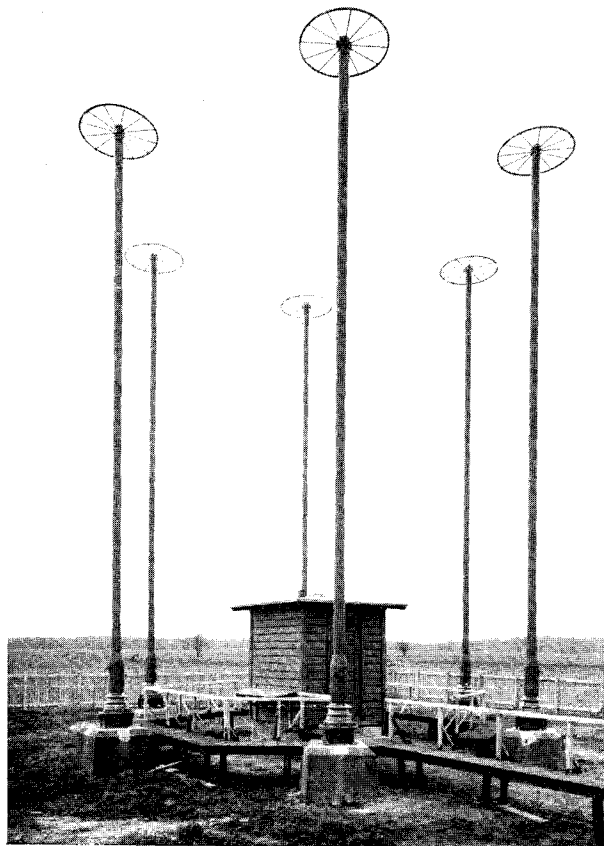

Abb. 1: Antennenanlage
18. Die sechs freitragenden Antennen-Stahlrohrmaste (Abb. 1 und Anlage 1) stehen in den Ecken eines Sechsecks, dessen Diagonalen 9,6 m lang sind. Die Maste bestehen aus Stahl und sind zum Schutz gegen Witterungseinflüsse mit Farbe gestrichen. Der untere Teil der Maste ist erweitert und mit einem Spezialkitt auf dem Fußisolator aufge kittet. Die Fußisolatoren sitzen wasserdicht auf Untersatzkästen, in denen die elektrische Verbindung zwischen Antennen und HF-Kabeln hergestellt wird und in denen Schaltelemente zur Kabelanpassung untergebracht sind. Die Untersatzkästen sind auf genau planierten und ausgerichteten Fundamenten montiert und durch Anker festgesetzt. Um zu vermeiden, daß sich Kondenswasser